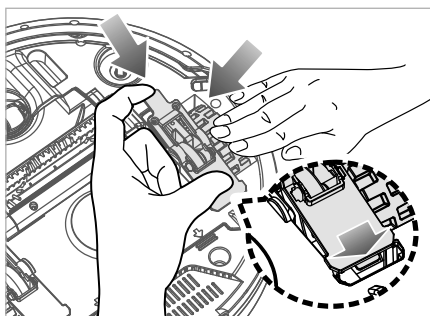

Fig. 25
- 6) Poussez la roue 20/34 vers le bas et mettez en place le recouvrement de roue 19/35 sur l'appareil (voir fig. 25).